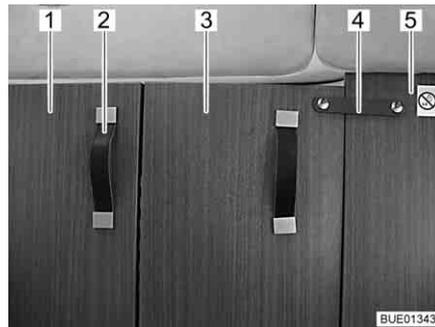

Fig. 43 Separación de la cabina del conductor, cerrada
- Tirar de la separación de la cabina del conductor (Fig. 43,1) con el asidero (Fig. 43,2) completamente hacia atrás.
- Fijar la parte plegable de la separación de la cabina del conductor (Fig. 43,3) con la cinta de seguridad (Fig. 43,4) en la pared intermedia fija (Fig. 43,5), por detrás del asiento del acompañante.